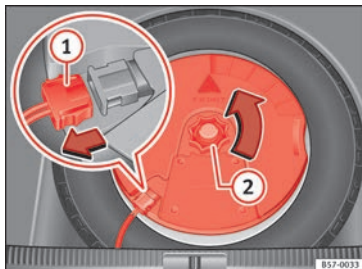

Bild 249 I bagageutrymmet: Ta bort subwoofern
- Koppla bort *subwoofers* högtalarkabel »» bild 249 ①.
- Vrid låshjulet moturs ②.